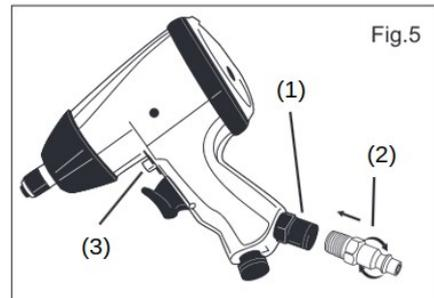

Fig.5
- Bereiten Sie einen 1/4"-Außengewindeanschluss (Fig. 5, 2) (nicht im Lieferumfang enthalten) vor, indem Sie das Gewinde mit Dichtband im Uhrzeigersinn umwickeln. Schrauben Sie den Stecker mit Außengewinde von Hand in den Luftenlass (Fig. 5, 1) wie dargestellt und ziehen Sie ihn mit einem Schraubenschlüssel (nicht im Lieferumfang enthalten) für eine luftdichte Verbindung an.
- Drücken Sie das Steuerventil (Fig. 5, 3) nach vorne, so dass das Ende des Ventils für einen Werkzeugbetrieb im Uhrzeigersinn („vorwärts“) über den Auslöser hinausragt.